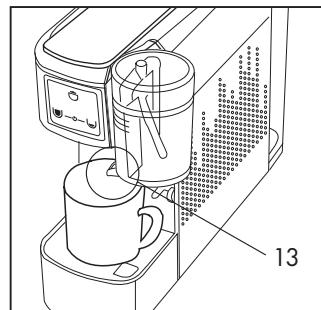

Fig. 12
- Chiudere il supporto (11) e posizionare la tazza direttamente sulla griglia. Controllare che la tramoggia del bicchiere latte (13) sia orientata nella tazza. (**Fig. 12**)